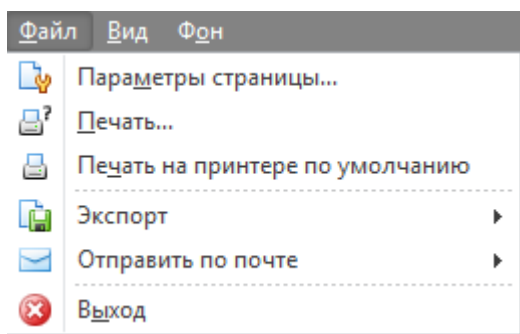

Рисунок 121
8.1 Контекстное меню Файл (рис.121)